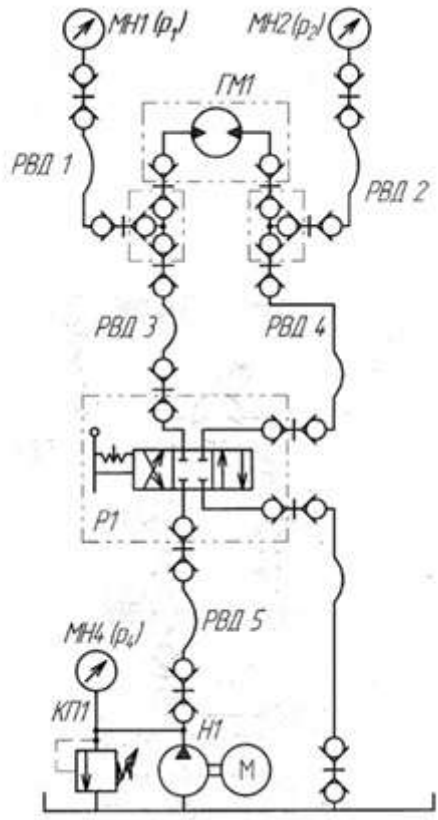

Рисунок 2 - Гидросхема
1. Прочитать гидросхему (рисунок 2). Зарисовать схему в тетрадь, записать принцип работы.